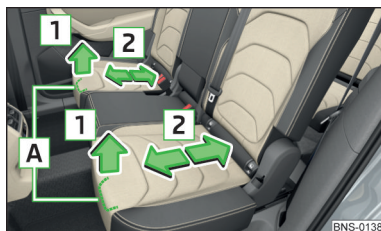

Fig. 90
- Trageți maneta **A** în sensul săgeții **1** și împingeți scaunul în direcția dorită, în sensul săgeții **2** » fig. 90. După eliberarea manetei, trebuie să percepeți auditiv blocarea scaunului.